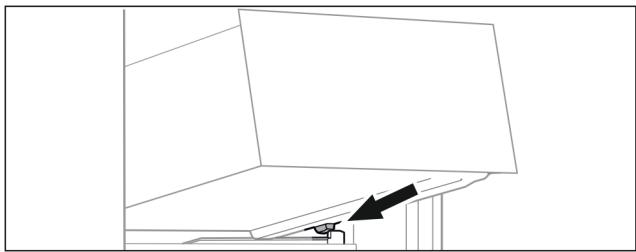

Fig. 97
- ▶ 将抽屉斜放在容器肋梁上的止动器后面。[参见 Fig. 97]